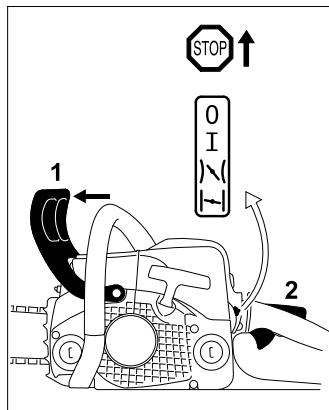

Рис. 48
- Защиту руки (рис. 48, поз. 1) отжать вперёд – пильная цепь блокирована
- Стопор рычага газа (рис. 48, поз. 2) и рычаг газа нажать одновременно и оба рычага удерживать нажатыми – отрегулировать комбинированный рычаг